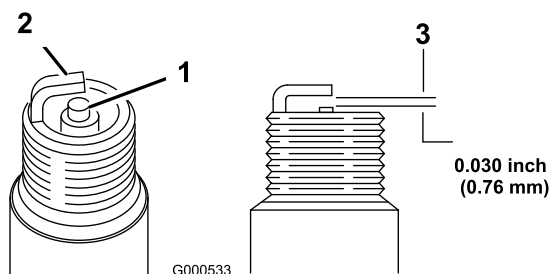

Figure 25
5. Réglez l'écartement des électrodes à 0,76 mm (0,030 po.) (Figure 25).